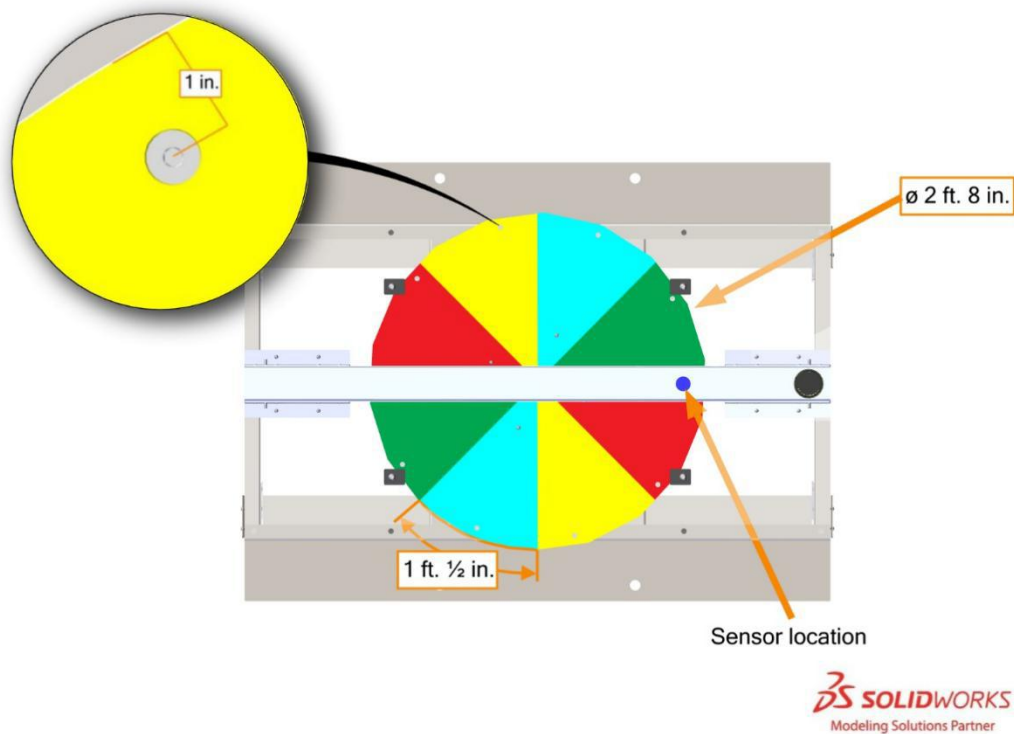

Figure 3-22 TRENCH and CONTROL PANEL dimensions
- 位置控制（**POSITION CONTROL**）：旋转控制圆盘，让圆盘上的指定颜色处于相应传感器下方（图 3-22 中蓝点处）至少 5 秒。当任一联盟充能达到第三阶段后，场地控制系统（简称 **FMS**）会同步传送给所有操作设备指定颜色（颜色由 **FMS** 从壕沟里的颜色传感器所检测到的当前颜色以外的其他三色中随机选出）。向双方联盟发送的指定颜色不一定是相同的。见表 3-4 获得更多位置控制时期壕沟状态灯的细节。